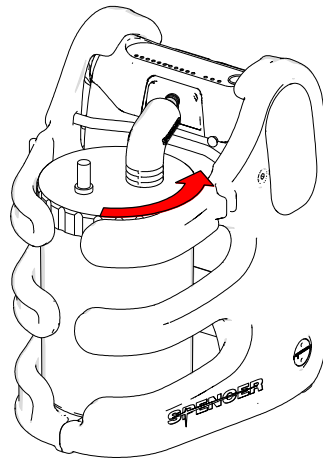

Fig. 10
2. Conecte o filtro e frasco à unidade de sucção rodando o recipiente e o filtro de montagem para facilitar a inserção (fig.10 e 11). Ligue o tubo do paciente (n° 17 no 3.2) para a ficha do recipiente na porta marcada com a palavra "paciente". Verifique se todas as conexões estão apertadas para evitar a fuga de líquidos e depressão (11 fig.).
- desired level of vacuum can be viewed on the LED display (fig. 10).